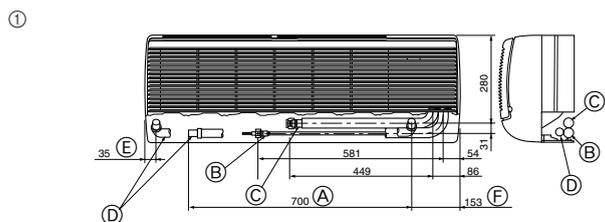

Fig. 4-2
① Posição da tubagem de refrigeração e de drenagem (Fig. 4-2)